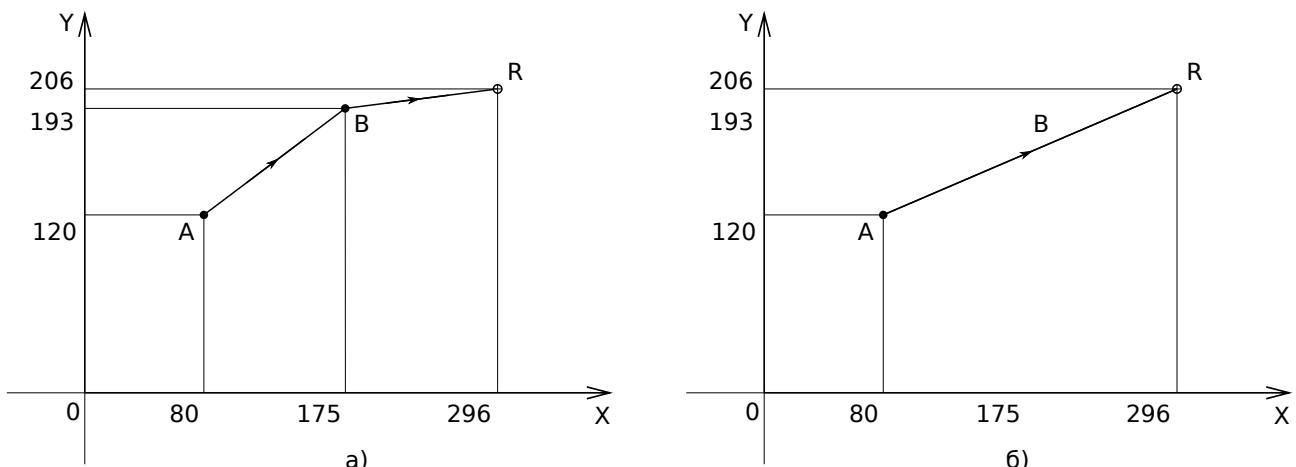

Рис. 2.7.1: Примеры выхода в базовую позицию  $X=206, Y=296$
**Пример.** Выход в базовую позицию по G90 (рис. 2.7.1, а)
**Пример.** Выход в базовую позицию по G91 (рис. 2.7.1, б)
**Пример.** Выход в основную позицию без промежуточной точки (рис. 2.7.1, б)